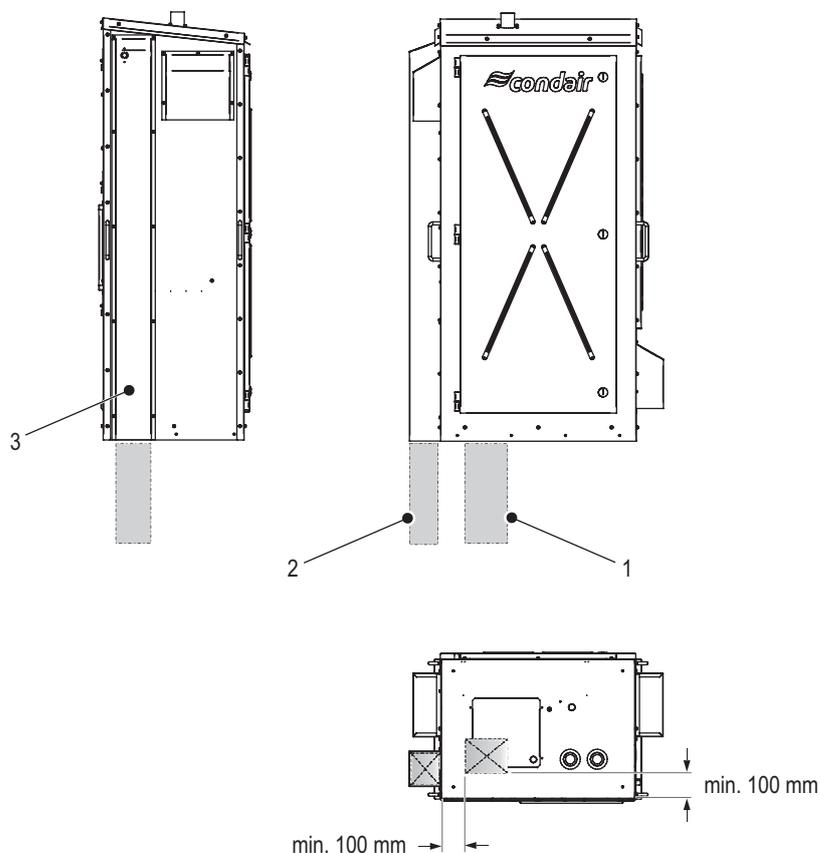

Fig. 9: Posizione delle canaline
Si raccomanda di posare tutti i tubi di scarico esterni e il tubo di ingresso dell'acqua in apposite canaline. Fig. 9 illustra la posizione generale e il dimensionamento delle canaline.
5. Installare le canaline (soluzione consigliata) opportunamente dimensionate per i tubi di scarico e il tubo di ingresso dell'acqua. In Fig. 9 è illustrata una panoramica generale del posizionamento e del dimensionamento.
4. (Per l'installazione sul tetto) prevedere adeguate aperture nel tetto e installare le canaline. In Fig. 9 è illustrata una panoramica generale del posizionamento.